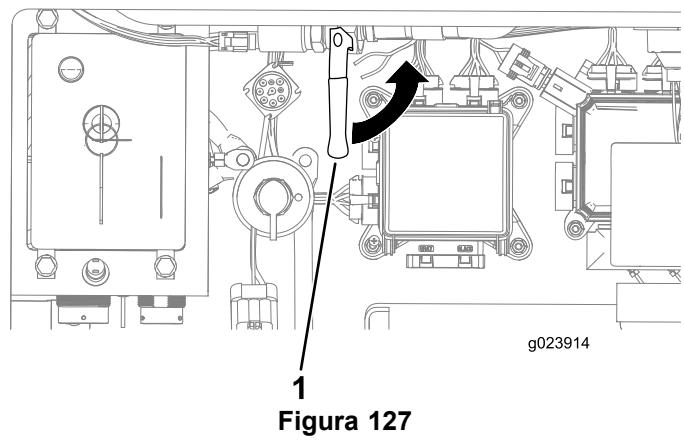

Figura 127
- Abra la válvula de anticongelante, dentro del compartimiento trasero (Figura 127).
6. Cierre la válvula de anticongelante (Figura 127).